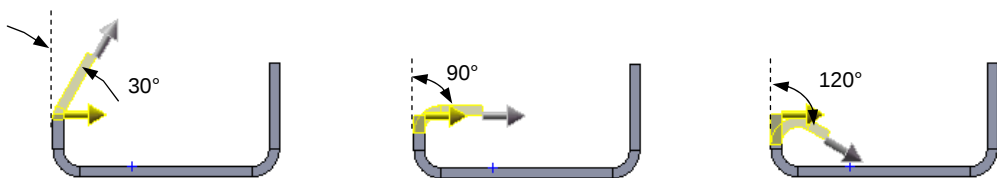

图 7.2.12 设置折弯角度值
- ☒  文本框：可以输入折弯角度的值，该值是与原钣金所成角度的补角。几种折弯角度如图 7.2.12 所示。